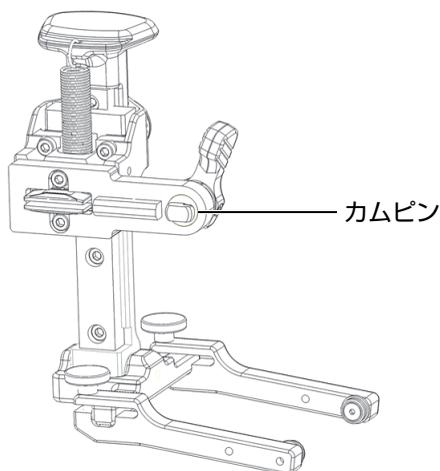

図 2-10 水平に揃った平坦な端
1. ポジションレバーを使用して、平坦な端が水平に揃うようにカムピンの位置を合わせます（41 ページの図 2-10）。